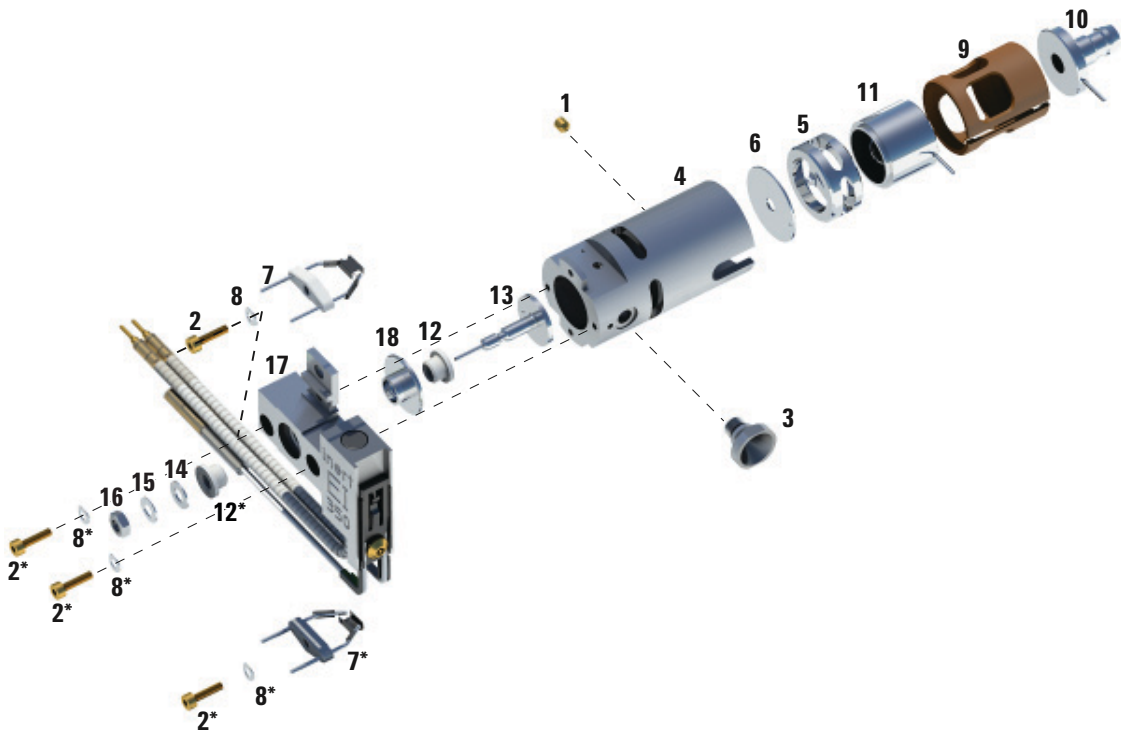

Figure 18 Assemblage de la source EI standard ou inerte
- a Installer la cartouche du bloc repoussoir dans le bloc de chauffage de la source. Voir la section Figure 18, page 145.
- 2 Insérer la plaque modulaire et le cylindre modulaire dans le corps de la source. Cf. Figure 18, page 145.
Tableau 26 Liste des pièces de la source EI standard ou inerte (Figure 18)